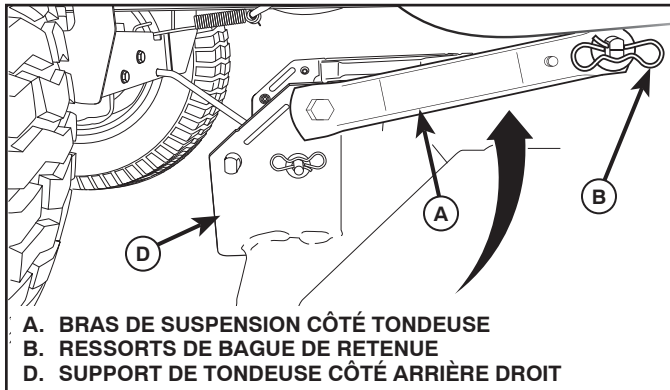

Fig. 33
6. ATTACHER LES BRAS DE SUSPENSION (A) CÔTÉ TONDEUSE AU CHÂSSIS (Voir la Fig. 33)
- Mettre le trou avant du bras de suspension (A) sur la goupille sur l'extérieur du châssis du tracteur et fixer avec la grande rondelle et la grande retenue à ressort (B).